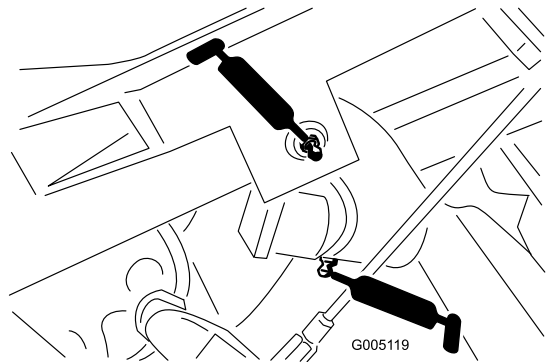

Figura 30
- Pivote del brazo de elevación (3) y bisagra del pivote (3) (Figura 30)